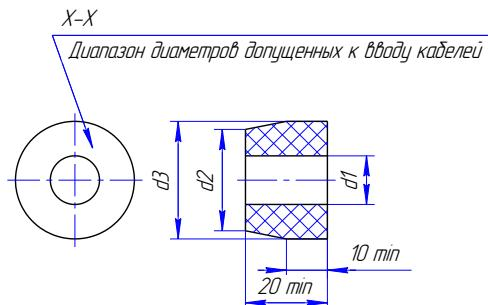

Рисунок 4. Чертеж средств взрывозащиты (продолжение). Кабельный ввод.
- кабельные вводы (см. рисунок 4) выполнены в соответствии с требованиями ГОСТ 31610.0, ГОСТ IEC 60079-1. Клапан должен применяться с кабельными вводами завода изготовителя или с другими кабельными вводами, которые обеспечивают защиту вида взрывонепроницаемая оболочка "d" уровень взрывозащиты 1, подгруппу IIC и степень защиты оболочки не ниже IP66. Кабельные вводы должны иметь температурный диапазон от минус 50 до плюс 60°C для обычного исполнения привода и от минус 60 до плюс 60°C для привода исполнения ХЛ;
3 - Кабельный ввод (варианты см. рисунок 4), 4 - Катушка (АГ-4В, провод ПЭТВ-2), 5 - Фланец (09Г2С ГОСТ 19281-89), 6 - Крышка (Сплав АМг6 ГОСТ 4784-97), 7 - Болт М6-6gx16.58.019 ГОСТ 7805-70, 8 - Болт М6-6gx25.58.019 ГОСТ 7805-70, 9 - Шайба 6 65Г.019 ГОСТ 6402-70, 10, 11, 12, 13 - Кольцо уплотнительное (РС-26Ч ТУ 2539-021-46521402-